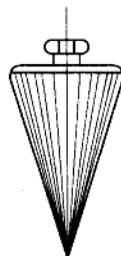

图 1-3 线锤
8) 线锤：也叫锤球，如图 1-3 所示。使用时，手持线的上端，锤自由下垂，视线顺着线绳来检查物面是否铅垂，如果线绳到物面的距离上下都一致，则表示物面铅垂。如要检查的物面较高，或风较大，线锤不停地晃动，应使用重一些的线锤（或将线锤放入油桶中），以保证精度。